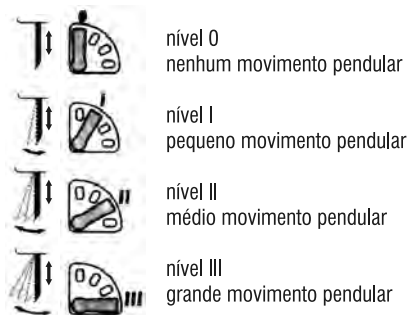

fig. 2 - regulagem do avanço do pendulo
A inclinação do pêndulo facilita o corte, a cada nível de regulagem a lâmina é impulsionada para trás o que melhora a liberação da serragem, reduz o aquecimento e aumenta a vida útil da lâmina. Além disso, a redução da força de avanço permite ao usuário um trabalho mais confortável. O botão de ajuste do pêndulo (7) permite definir quatro etapas de curso, fig. 2: